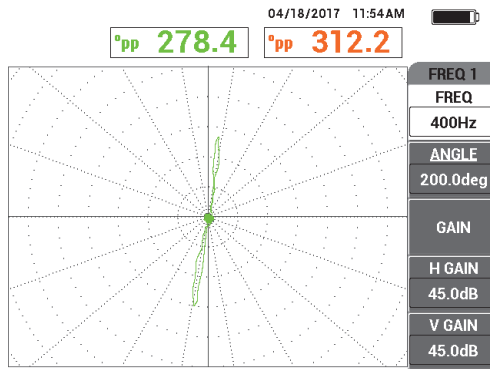

Abbildung 5-193 Prüfen des Thru-Wall-Lochs
3. Prüfen Sie langsam das Rohr, bis der Thru-Wall-Fehler angezeigt wird und drücken Sie dann die Direktfunktionstaste FREEZE (❄) [siehe Abbildung 5-193 auf Seite 283].